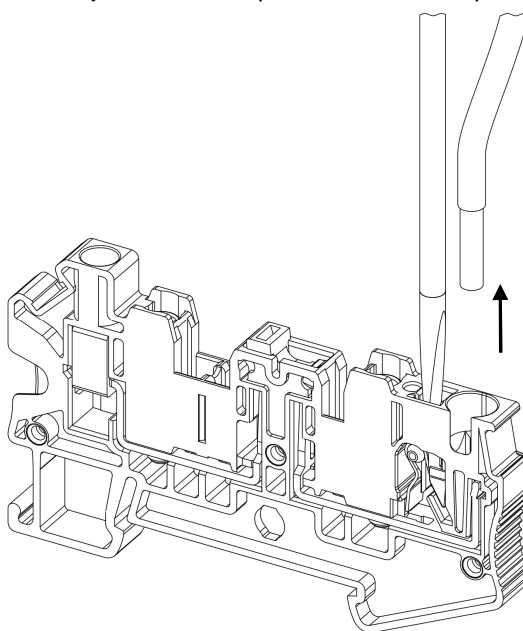

Рисунок 18 – извлечение жесткого проводника из точки подключения
- Для извлечения проводника надавите на кнопку плоской отверткой и вытяните проводник (рис. 18).
- Для извлечения проводника надавите на кнопку и вытяните проводник (рис. 18).